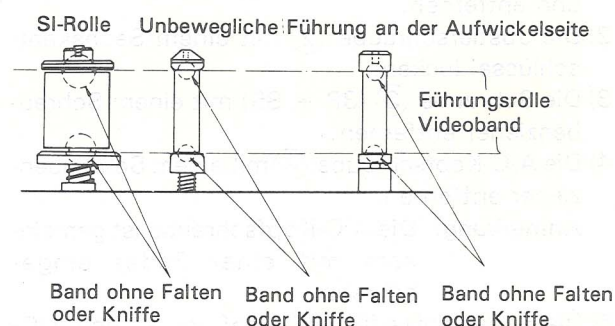

Abbildung 21
Überprüfen Sie, ob der Rand des Videobandes während des Bandtransports nicht eingefaltet oder geknittert ist, wie in Abbildung 21 gezeigt.
2. Nach vollständiger Einstellung immer auch den Bandtransport einstellen sowie die Führungsrollen T und S justieren, bevor Sie die Überprüfungen in Abbildung 21 vornehmen.
4. Ein grobes Einstellband abspielen und die Höhe der Führungsrollen mit einem gewöhnlichen Schraubenzieher (einem Schraubenzieher für die Höheneinstellung der Führungsrollen) grob einstellen. Den unteren Rand des Bandes mit der Führung des Kopfes ausrichten (siehe Abbildung 21).
5. Ein gewöhnliches Band abspielen und die Höhe der Führungsrollen fein einstellen, sodaß die Hüllkurve flach ist und nicht übermäßig ungünstig beeinflusst wird, auch wenn die Spurlagenreglerknöpfe gedreht werden (siehe Abbildung 21.)